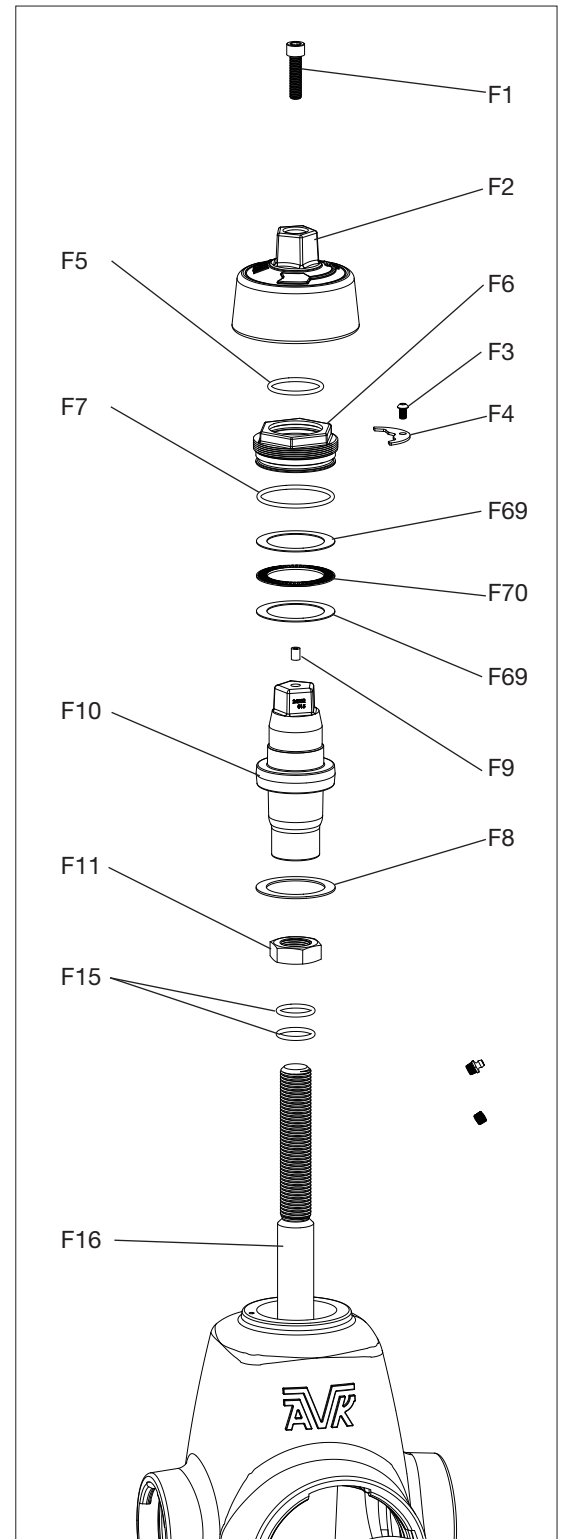

Рис. 12
7. Установить обоймы упорных подшипников F69 и упорный подшипник F70 как показано на Рис. 12.